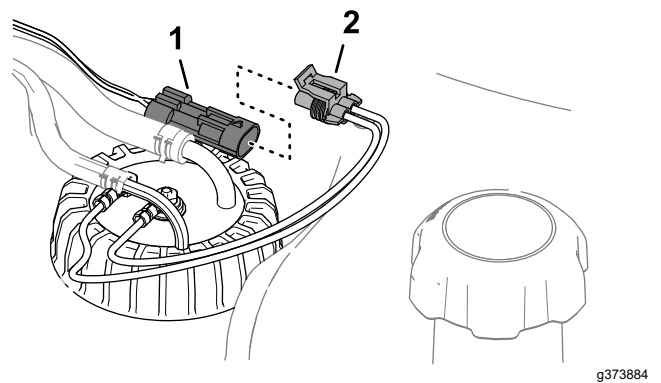

Figure 129
6. Débranchez le connecteur du faisceau du transmetteur de niveau de carburant sur le connecteur du faisceau de la machine (Figure 129).